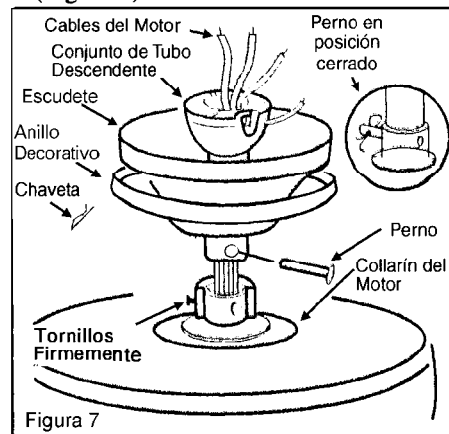

Figura 7
4. Guiar los cables existentes desde la parte superior del motor a través del escudete. Asegurese de que el orificio se encuentre en la parte superior. Guíe los cables a través del escudete y luego a través del tubo con la rótula (Figura 7).
7. Apriete de nuevo el juego de tornillos que esta sobre el collar en la parte superior del caparazón del motor (Figura 7).